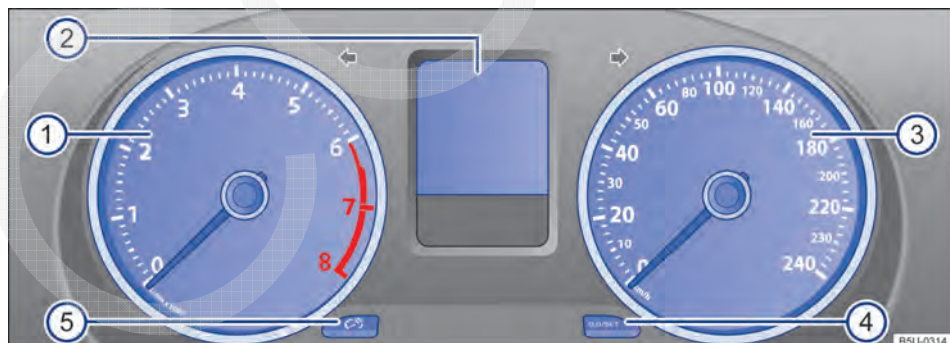
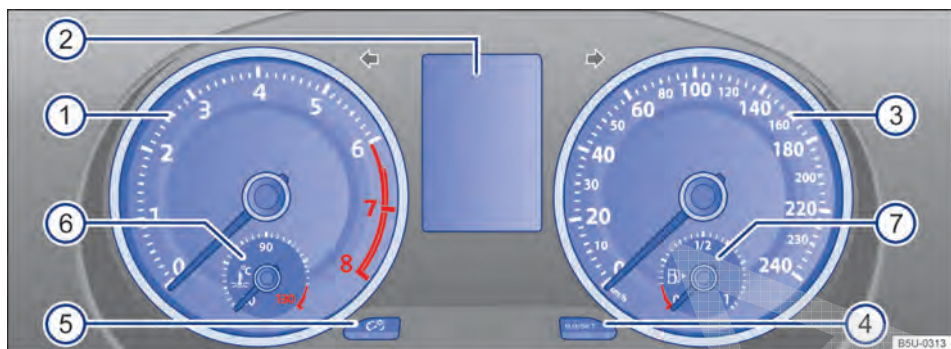

Fig. 9 Instrumento combinado no painel de instrumentos (variante 1). ▶
Fig. 10 Instrumento combinado no painel de instrumentos (variante 2).
Significado dos instrumentos → Fig. 9 e → Fig. 10:
Conforme os equipamentos do veículo, é possível visualizar diferentes informações no display do instrumento combinado → Fig. 9  ou → Fig. 10 :
O indicador do intervalo de serviço aparece no display do instrumento combinado → Fig. 9 ② ou → Fig. 10 ②. ▶